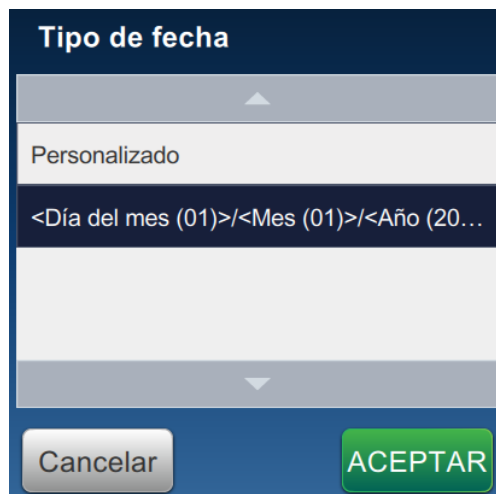

Figura 5-9: Pantalla Configuración de formatos de fecha
1. En la pantalla Configuración de fecha, seleccione la opción *Personalizado* en la lista desplegable Tipo de fecha, como se muestra en la Figura 5-9. Pulse el botón **ACEPTAR**.